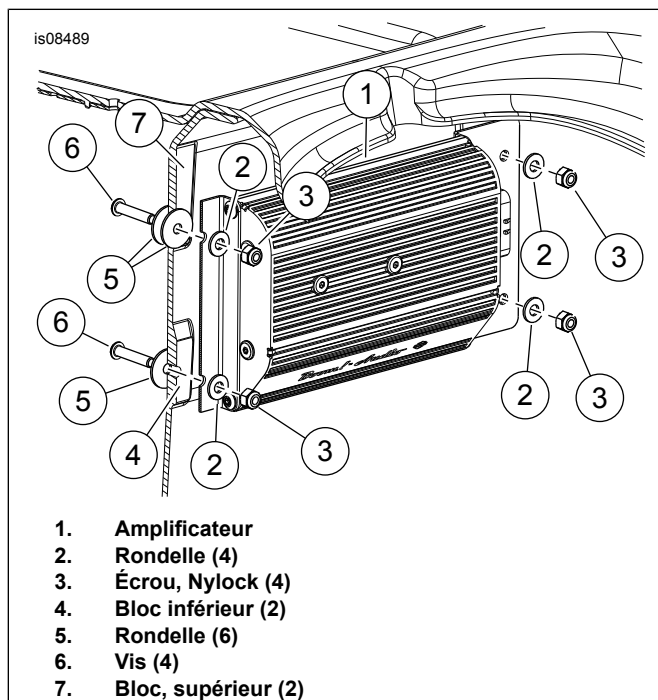

Figure 2. Installation de l'amplificateur
6. Voir Figure 2 . Placer l'amplificateur et les supports (1) sur les quatre blocs surélevés (4 et 7). Placer le connecteur vers le côté gauche du véhicule comme indiqué. Centrer les trous inférieurs sur les blocs inférieurs (4).
11. Voir Figure 2 . Placer une rondelle (5) sur les vis (6). Le poser par les trous depuis l'intérieur du coffre. Depuis l'extérieur du coffre, placer une rondelle additionnelle (5) sur les vis de dessus, simplement pour servir d'entretoise. Placer l'amplificateur et les supports (1) sur les quatre blocs surélevés (4 et 7). Placer le connecteur vers le côté gauche du véhicule. Installer des rondelles (2) sur les supports et les vis. Fixer avec l'écrou (3). Serrer.